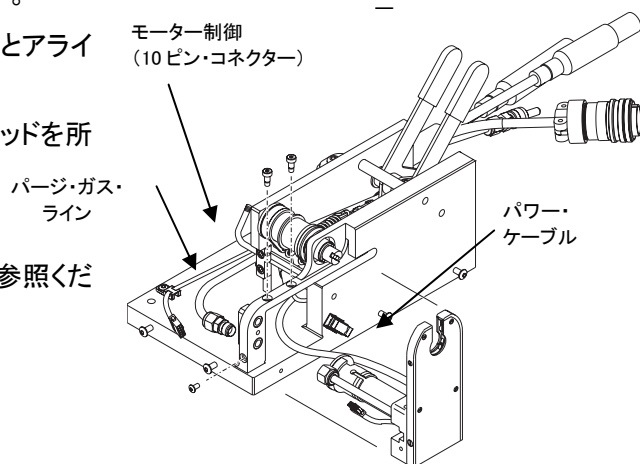

Figure 56 内部配線の再接続
14. パージ・ガス・ラインを再び接続します。Fig.56 をご参照ください。